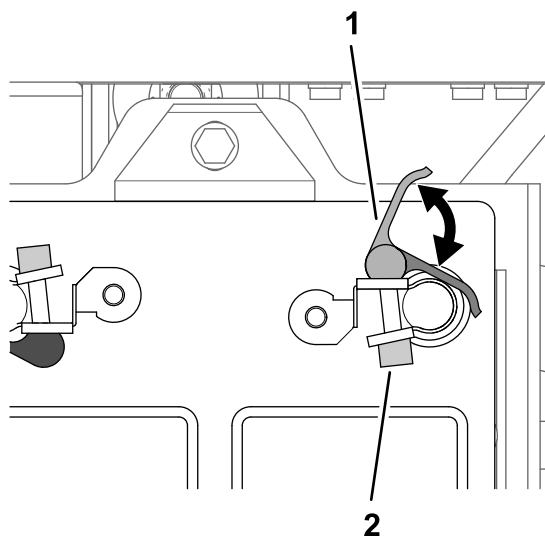

図 208
2. 黒色ハンドル付きクイックコネクトクランプのラッチハンドルを開ける 図 208。
4. クイックコネクトクランプのラッチハンドルを閉じる 図 208。